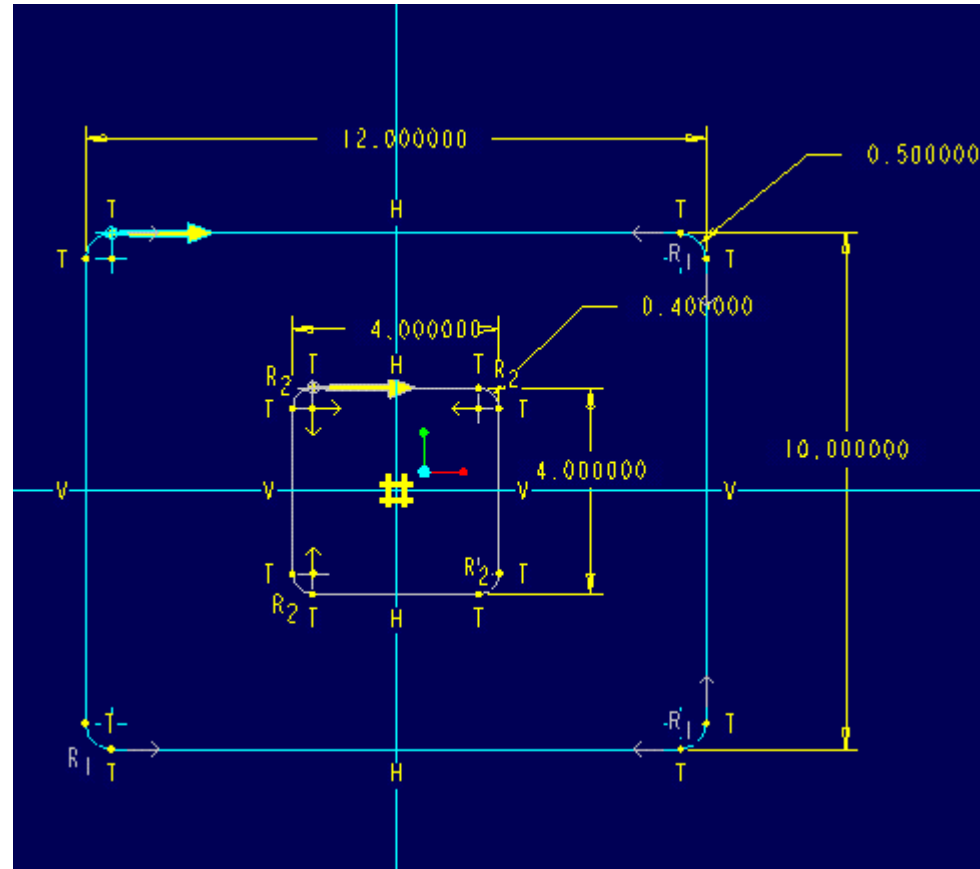

Abbildung 2
2. Erzeugen Sie die Lasche mit der Optionsfolge **Konstr Element > Erzeugen > Blech > Lasche > Verbinden > Fertig > Skizzenebene > Schn Skizzieren (Feature > Create > Sheet Metal > Wall > Blend > Regular Sec > Sketch Sec)**. Geben Sie die Skizzier- und Referenzebene an, und skizzieren Sie den ersten Schnitt gemäß Abbildung 2. Wählen Sie **Skizze Wkzg > Umschalten (Sec Tools > Toggle)**, um den zweiten Schnitt zu skizzieren.